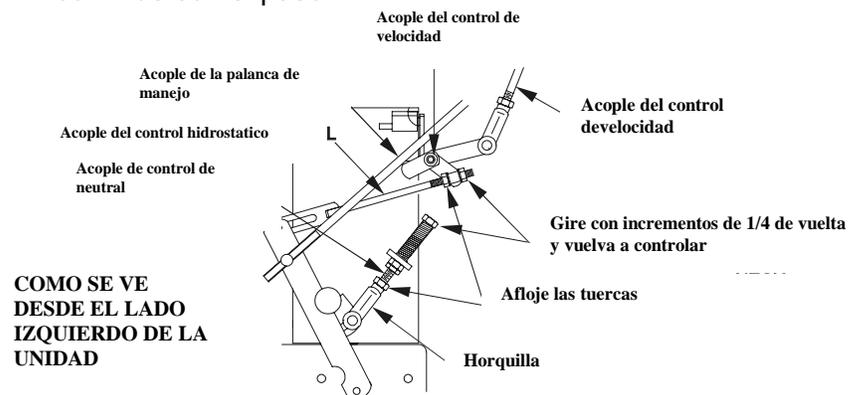

FIGURA 12
- d) La correa debe estar lo suficientemente tensa como para no patinar durante trabajo pesado mientras esta cortando césped. Poner demasiada tensión en la correa, disminuirá la vida útil de la misma así como así también del rulemán del eje de la cuchilla. Para ajustar la tensión de la correa , afloje la tuerca 5/16" en la hebilla giratoria, gírela hacia la parte trasera del cortacésped para ajustar y hacia el frente para aflojar la tensión de la correa (Vea Figura 12). Deje por lo menos 5/16" (.79 cm) de la rosca del perno enroscado en cada extremo de la hebilla giratoria.
Para plataformas de 48": Si no puede ajustar mas con la hebilla giratoria y la correa sigue floja, la polea de tensión trasera puede ser reposicionada en el agujero del frente (Vea Figura 12). Cuando mueve la polea, la guía de la correa ubicada al lado de la polea, también debe ser reposicionada en el agujero del frente. La hebilla giratoria necesitara ser reajustada.
- b) Para condiciones más severas de manejo, reubique el ancla de acople como se muestra en la Figura 12. Las anclas de acople están ubicadas bajo la plataforma del motor a ambos lados, a la derecha e izquierda.